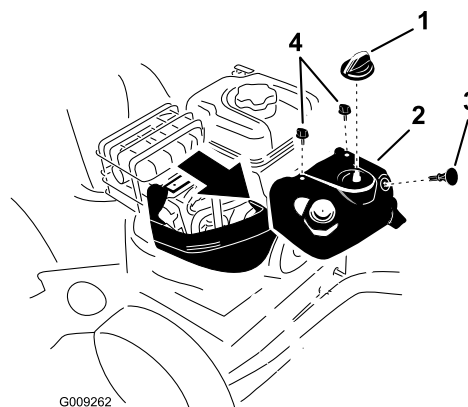

Рисунок 43
**Примечание:** Для доступа к свече зажигания сначала снимите верхний колпак сборника снега (Рисунок 43).
1. Снимите ручку заслонки и ключ зажигания (Рисунок 43).
2. Выверните 2 винта, которые крепят верхний колпак сборника снега к снегоочистителю (Рисунок 43).